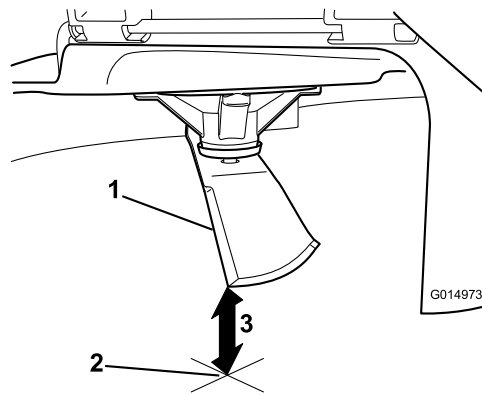

Рисунок 61
5. Измерьте расстояние от конца ножа до плоской поверхности (Рисунок 61).